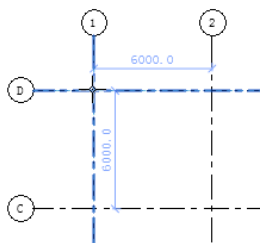
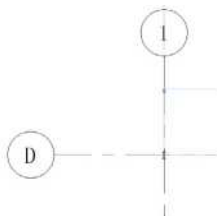

图 5-4 捕捉轴网交点
图 5-5 放置结构柱
(3) 在选项栏设置结构柱的参数，如放置后是否旋转、结构柱的深度等。
(4) 在“属性”选项板的“类型”下拉列表中选择结构柱的类型，柱放置在轴网交点时，两组网格线将亮显，如图 5-4 所示。单击鼠标左键放置柱，在其他轴网交点处放置柱，结果如图 5-5 所示。